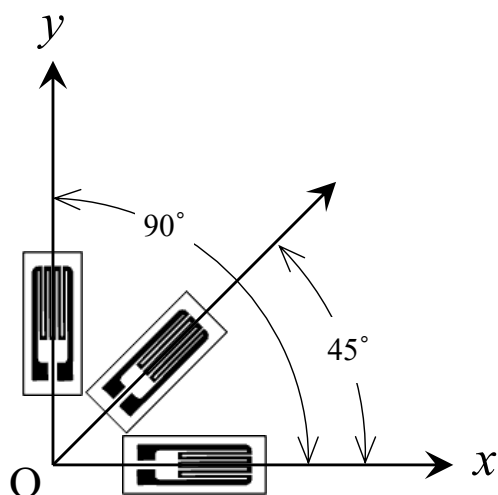

Fig.2 ひずみゲージ
- (1) 座標軸の回転を用いて図 2 の状態のせん断ひずみを求めよ。
- (2) モールのひずみ円を描き，中心と半径を求めよ。
- (3) 主ひずみ $(\varepsilon_1, \varepsilon_2)$ と主ひずみ方向 (θ_1, θ_2) を求めよ。ただし $\varepsilon_1 > \varepsilon_2$ ， $\theta_1 < \theta_2$ とし，主ひずみ方向は $-90^\circ \leq \theta_1, \theta_2 \leq 90^\circ$ の範囲で小数第 1 位まで答えよ。
- (4) 主応力 (σ_1, σ_2) を求めよ。ただし $\sigma_1 > \sigma_2$ とする。
- (5) この時のモールの応力円を描き，最大せん断応力 τ_{max} を求めよ。